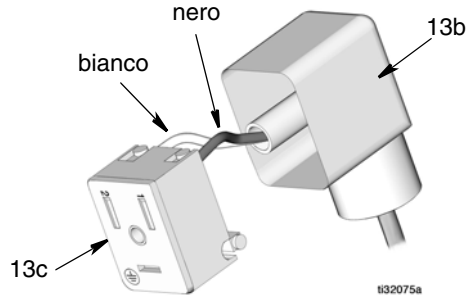

FIG. 9
12. Inserire l'altra estremità del cavo del connettore nel connettore mini DIN della valvola a solenoide. Collegare il cavo della fase (nero) al terminale contrassegnato con 1 e il cavo del neutro (bianco) al terminale contrassegnato con 2 (FIG. 9).
13. Rimontare la piastra di ritegno (13c) nel connettore DIN (13b) (FIG. 9).